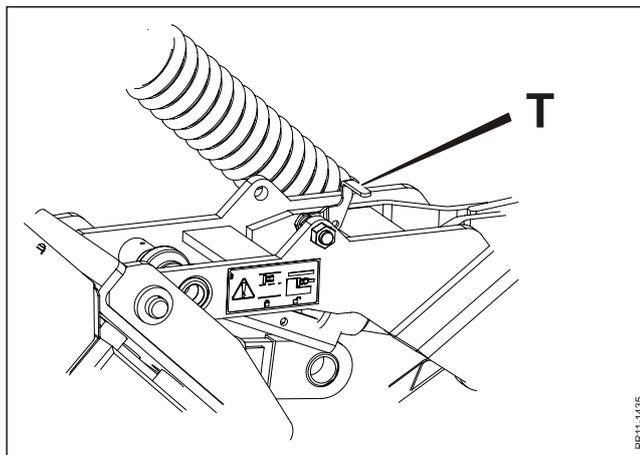

Fig. 2-12
**Fig. 2-12** Nach beendetem Transport und wenn die Maschine einsatzbereit gemacht werden soll, wird die Sperrklinke zur Position gekippt, in der die Sperrfeder gelockert wird. Eventuell das Schneidwerk mit dem Hubzylinder heben um den Sperrmechanismus zu lösen.
**WICHTIG:** Die Verriegelung muss immer in der auf Fig. 2-12 gezeigte Position sein, wenn mit der Maschine gearbeitet wird.